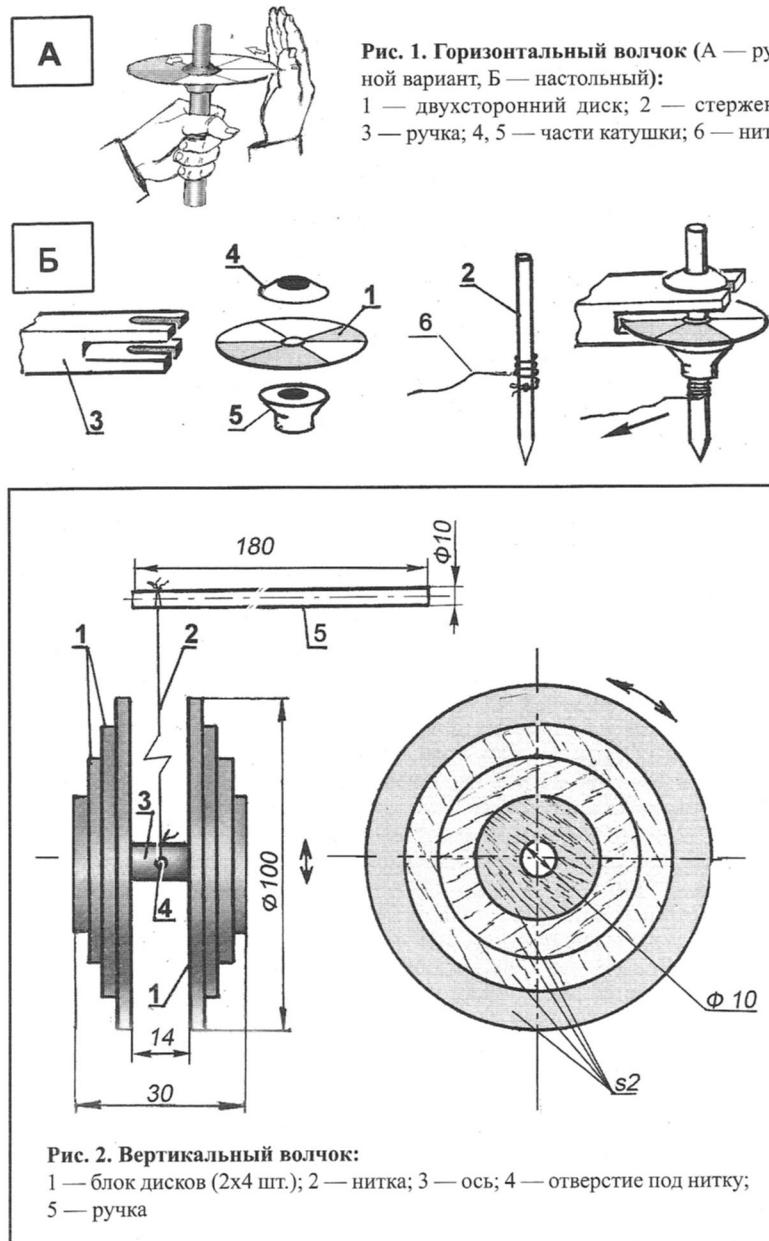

Рис. 1. Горизонтальный волчок (А — ручной вариант, Б — настольный):
Первый из них горизонтальный, он может быть в двух вариантах. Вариант А раскручивается ладонью руки, а второй (Б) — ниткой (рис.1); в обоих случаях диск начинает быстро вращаться вокруг вертикальной оси. Если на его плоскость наклеить полоски соответственно окрашенной бумаги, то при вращении волчка можно наблюдать, например, как цветные полоски «исчезают» и бумага кажется белой, а чёрно-белые фигуры преобразуются в цветные кольца.
Для горизонтального волчка (рис. 1) необходимы: трёхслойная фанера, суровая нитка, катушка из-под ниток, деревянный стержень диаметром 6 мм, чертёжная бумага, брусков размерами 160x20x20 мм.
6. Для настольного варианта волчка сделать из деревянного бруска рукоятку по чертежу (рис.1).